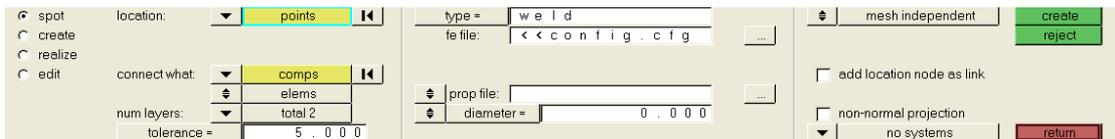

图 6-40 Spot 面板
(1) 进入 Spot 面板：在 Connector Browser 的 connector 窗口中单击右键，在弹出菜单中选择 Create > Spot，进入 spot 子面板，如图 6-40 所示。
(2) 确认当前的 component 为 Con_Frt_Truss。
(3) 将 location:对象选择器切换为 points。
(4) 单击 points 对象选择器，选择 by collector>component Con_Frt_Truss，单击 select，这样就选择了其上的 6 个预定义的焊点。
(5) 在 connect what: 栏单击 comps 对象选择器, 接着单击 component Front_Truss_1 和 Front_Truss_2。
(6) 在同一栏, 将 elems 切换为 geom。
(7) 在 tolerance = 中设定值为 5, 这样 connector 会自动连接距离其 5 以内的任何已选择的对象。
(8) 在 type= 中选择 weld。
(9) 单击 create 按钮。
(10) 单击 return 按钮。